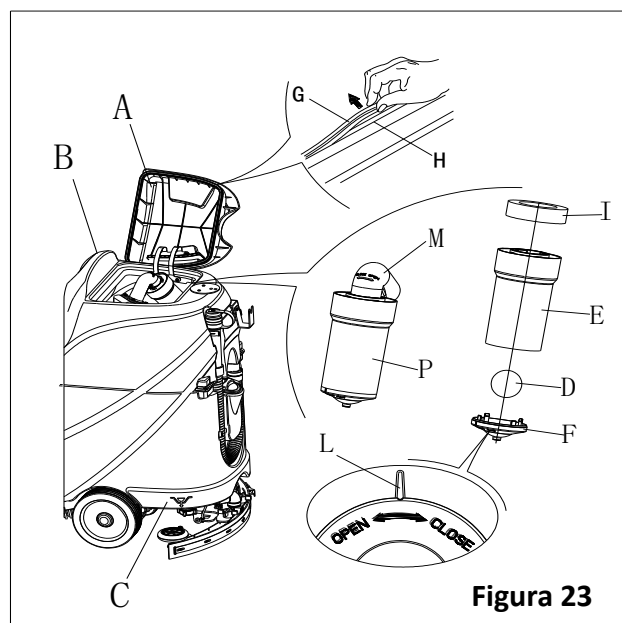

Figura 23
2. Assicurarsi che la macchina sia spenta e la chiave di accensione (40) sia stata rimossa.
3. Ruotare il coperchio del serbatoio di raccolta (A, Figura 23) di 90 gradi in modo da poterlo estrarre dal serbatoio, estrarre quindi il filtro galleggiante (P) dal serbatoio.
4. Pulire il coperchio del serbatoio di raccolta (A), il serbatoio di raccolta (B), il serbatoio dell'acqua pulita (C) e il telaio di supporto del filtro galleggiante (E). Svuotare il serbatoio di raccolta con il tubo di scarico (15).
5. Se necessario, seguire i simboli "APERTO" e "Chiuso" come mostra la Figura 23 per aprire il coperchio sul fondo (F) del filtro galleggiante e pulire il galleggiante (D), il telaio di supporto del filtro (E) e la spugna filtro (I). Dopo la pulizia, fissare il galleggiante (D) al telaio di supporto del filtro (E) e quindi allineare il simbolo (L) del tappo inferiore (F) del filtro galleggiante con il simbolo (L) del telaio di supporto del filtro galleggiante (E). Avvitare bene il tappo sul fondo del filtro galleggiante, e fissare la spugna filtro (I) sul telaio di supporto del filtro galleggiante (E). Infine, collegarlo al tubo di aspirazione (M).
7. Verificare che la superficie di contatto della guarnizione (G) sia integra e che sigilli correttamente. Se necessario, togliere la guarnizione dal binario (H) e sostituirla. Montare la nuova guarnizione come mostrato nella Figura 23.
8. Chiudere il coperchio del serbatoio di raccolta (A).